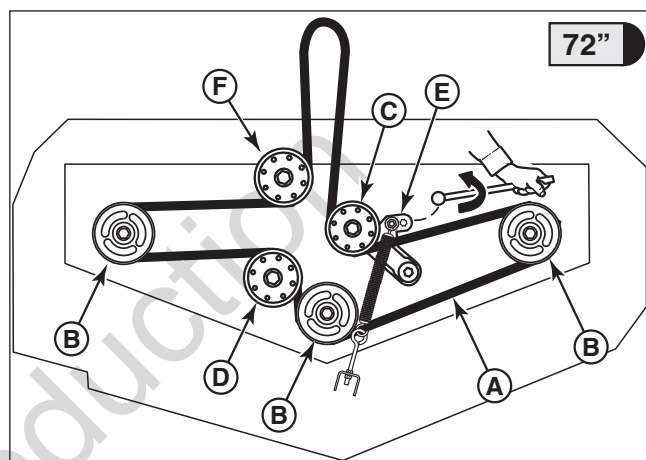

Figura 50. Direccionamiento de la banda del PTO de la podadora - Modelos de 72" (S/N: 2016950123 & Arriba)
3. Utilice una barra distribuidora de 1/2", coloque el extremo cuadrado en el orificio de ocho lados situado en el extremo del brazo tensor (E, Figura 50). Gire cuidadosamente la barra **en sentido antihorario**; esto liberará la tensión en la banda, ejercida desde el brazo tensor.